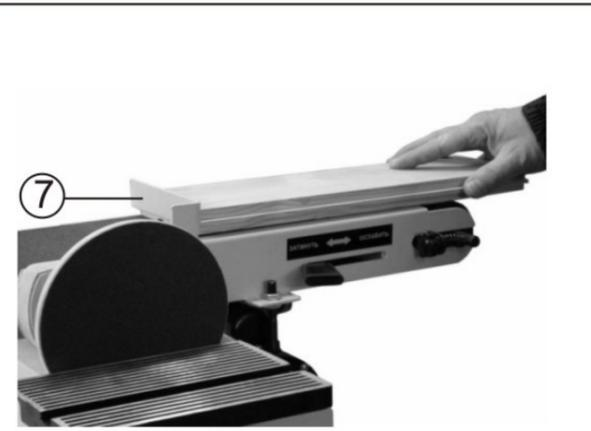

Рис.9
Не нажимайте слишком сильно на заготовку. Машина работает лучше без приложения больших усилий нажатия на заготовку, Рис.9. Задний паз (7), Рис.9, фиксирует деревянную заготовку во время работы. Во время работы берегите руки.